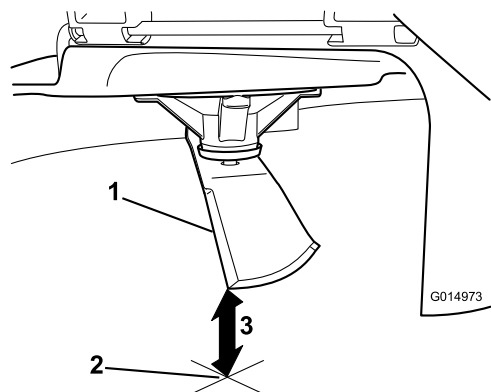

Figura 73
5. Mida desde la punta de la cuchilla hasta la superficie plana (Figura 73).